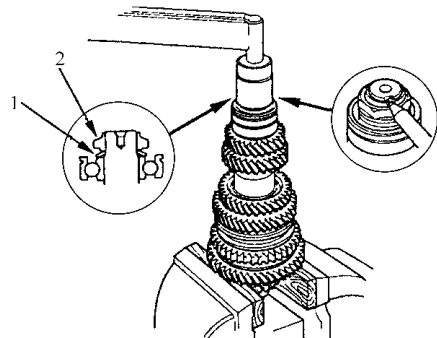

图 4-95 锁紧副轴螺母
11) 如图 4-95 所示, 安装 22mm 弹簧垫圈及 22mm 锁紧螺母(左旋螺纹)。